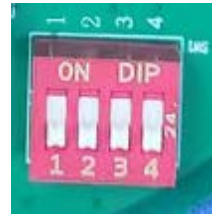
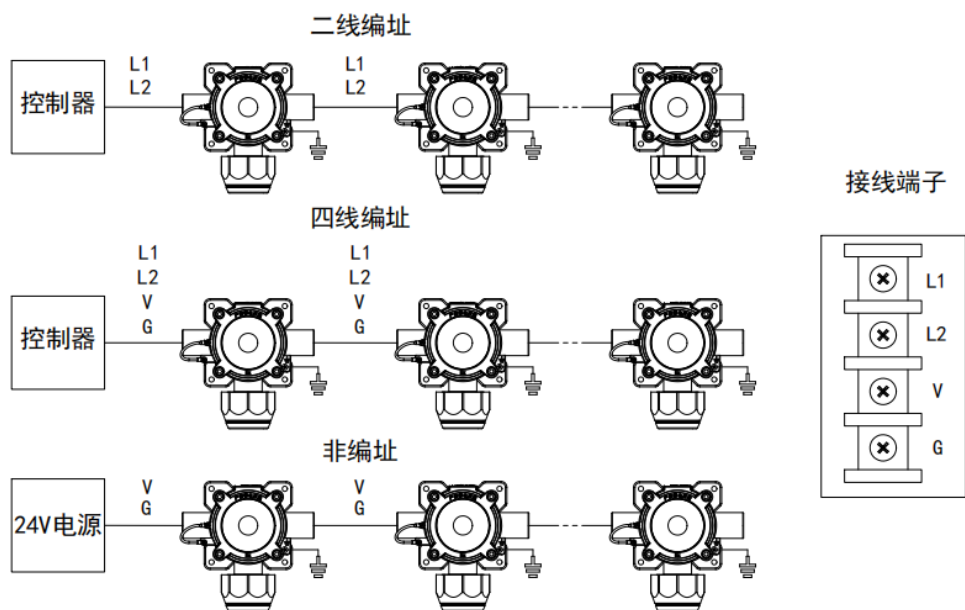

图 3 通过电路板上拨码开关进行工作模式设置
图 4 接线图例
- 每个声光报警器器金属外壳 ⏏ 端子应就近连接到大地的，接地位置如图 4 所示，至少一处接地。
- 根据火灾声光警报器工作模式进行接线，工作模式设置见图 3。
- ◆ 出厂默认四线工作模式，按照图 3 可选择二线工作模式，接线方法见图 4。
- ◆ 按照图 3，选择工作模式为非编址模式。
- ◆ 端子 L1 和 L2 悬空，端子 V 和 G 接控制模块输出端，无极性要求。接线方法见图 4。